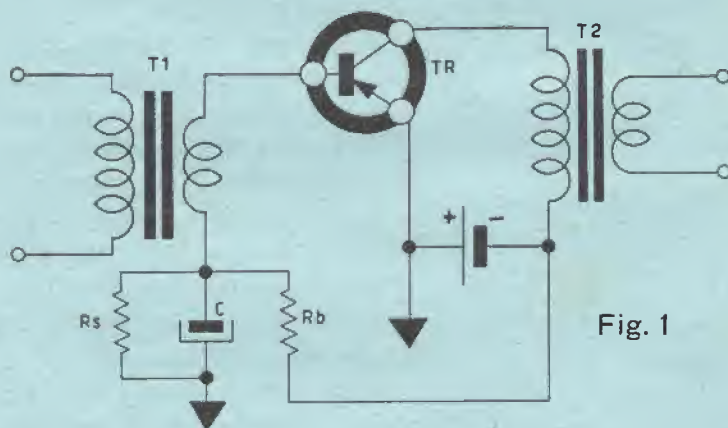

Fig. 1
*Osserviamo lo schema a fig. 1 che simbolizza uno stadio quanto mai classico che potrebbe far parte di una « catena » di amplificatori accoppiati « a trasformatore ».*
Il disegno a fig. 1, mostra il trasformatore T1 con più spire al primario che al secondario: infatti, i trasformatori interstadi per transistori simili, hanno sempre il rapporto « in discesa » poichè con l'emettitore comune l'impedenza d'entrata è più bassa che quella d'uscita.